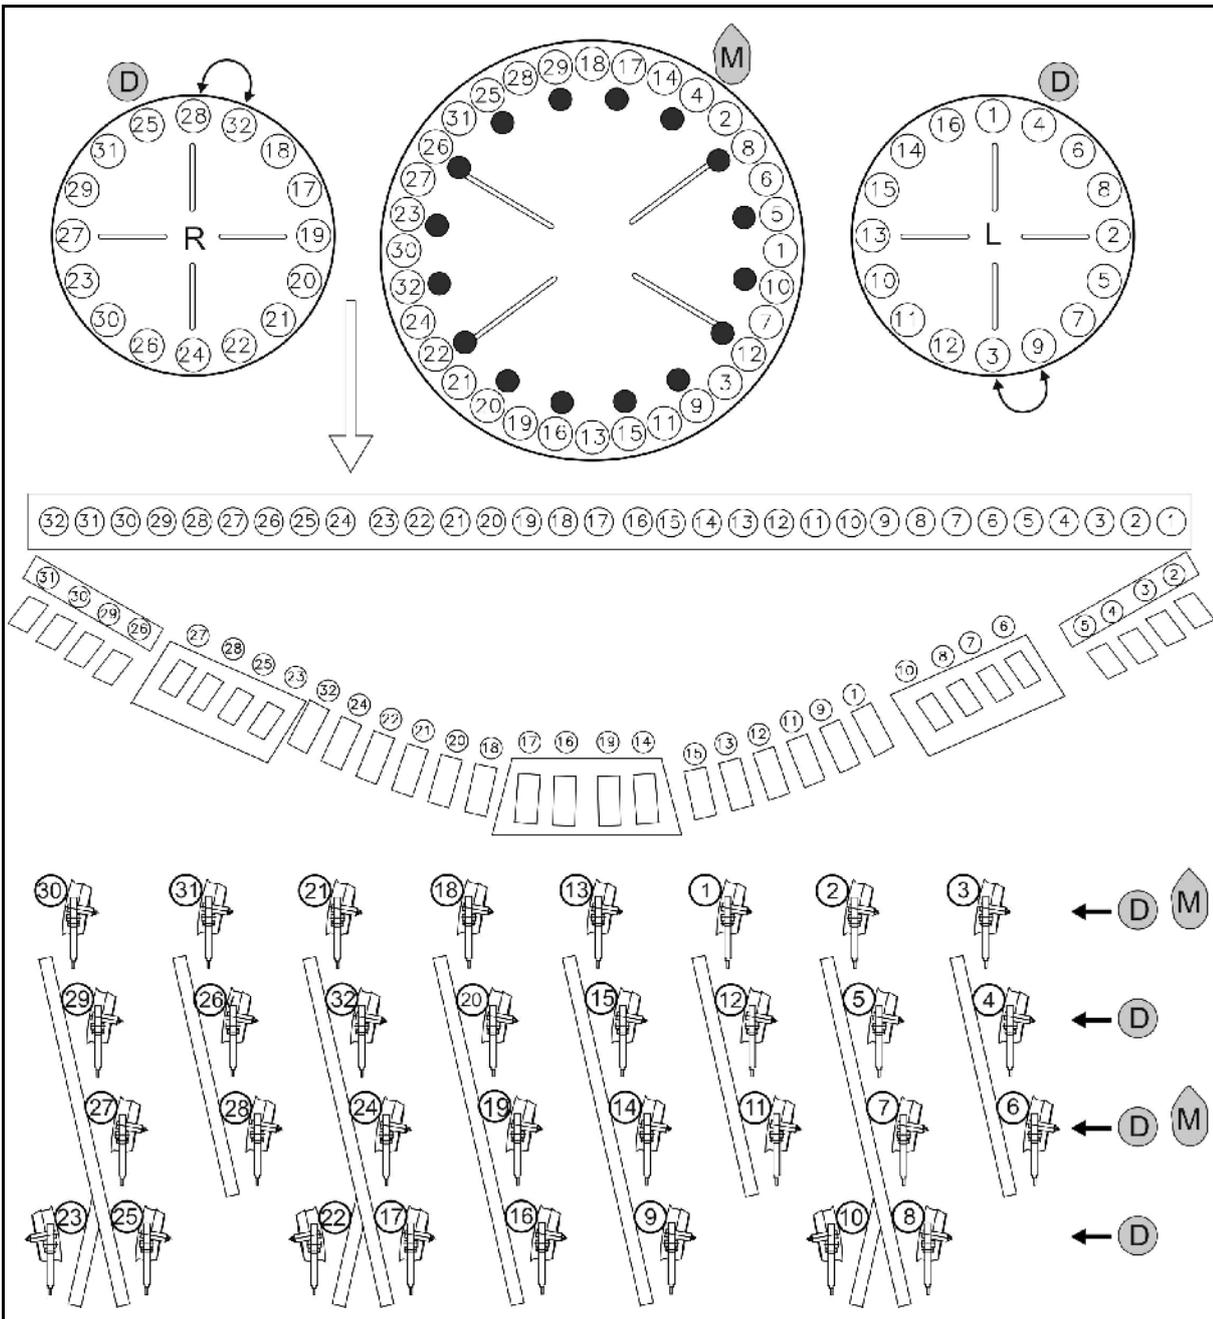

Fig. 53
- Mais M: Verschlussstopfen entsprechend Fig. 53 montieren.